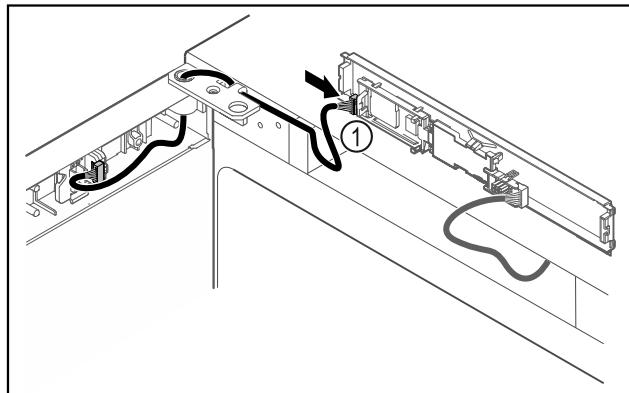

Fig. 49
- Συνδέστε το φίς Fig. 49 (1) στην πλακέτα.